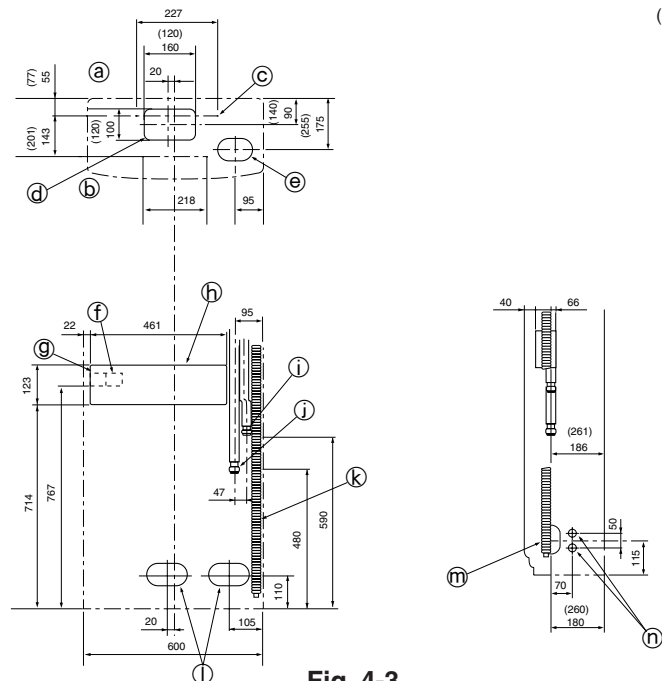

Fig. 4-3
4.3. Lage der Kältemittel- und Auslauf-/Dränagerrohrleitungen (Fig. 4-3)